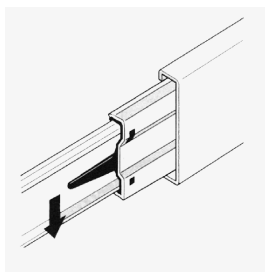
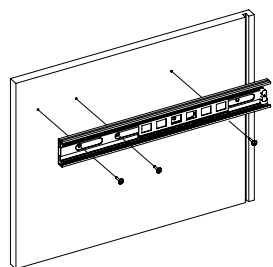

Рис.3
Рис.4
2. Отсоедините от основания телескопических направляющих внутренние планки, отогнув пластиковый рычажок фиксатора (Рис. 3). Основания телескопических направляющих закрепите на деталях 2, 3 и 5 винтами М5x8. !!! Приложите телескопическую часть отверстиями к отверстиям на боковине стола, чтобы они были отцентрованы относительно друг друга. Вкрутите винты М5x8 с помощью шуруповерта, приложив немного усилий. **Внимание:** винт М5x8 заходит с натягом для максимально плотной фиксации телескопических направляющих (Рис. 4).